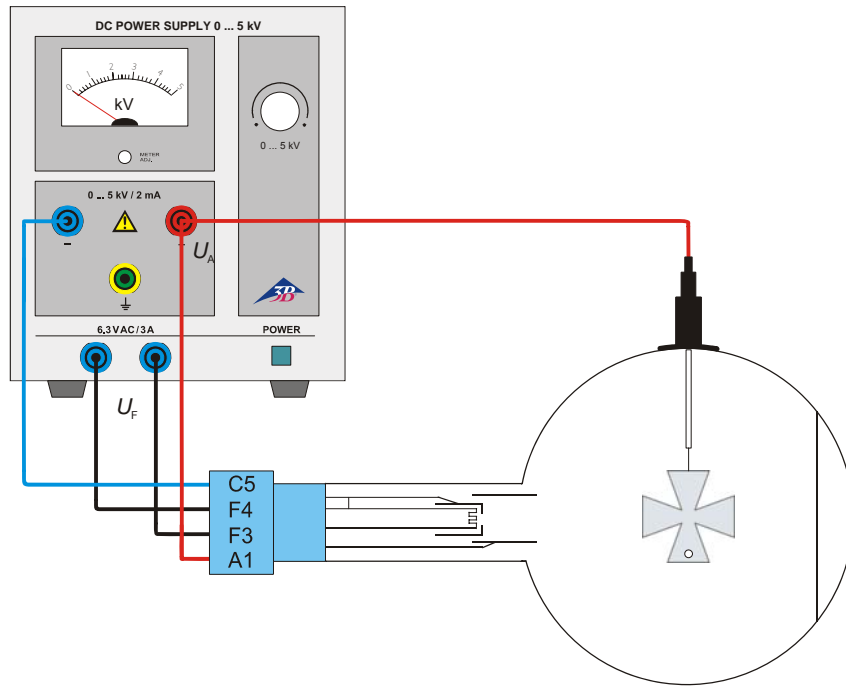

Fig. 1 Propagation rectiligne des rayons électroniques
- Procédez au câblage comme le montre la fig. 1.